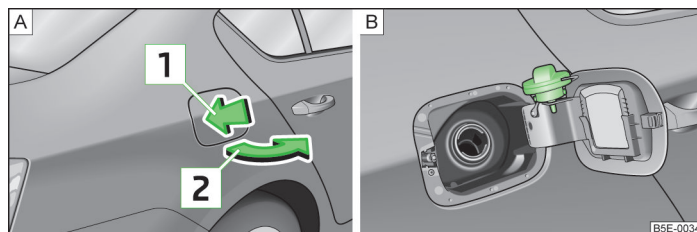

Fig. 144 Parte trasera del vehículo, lado derecho: Abrir la tapa del depósito/ tapa del depósito con el tapón enroscado
En el lado interior de la tapa del depósito de combustible se indican los tipos de combustible prescritos para su vehículo » fig. 144 de la página 173 - .
- » Presionar la tapa del depósito en el sentido de la flecha  » fig. 144.
- » Desenroscar hacia la izquierda el tapón de cierre del depósito y colocarlo en el orificio en la tapa del depósito » fig. 144 - .